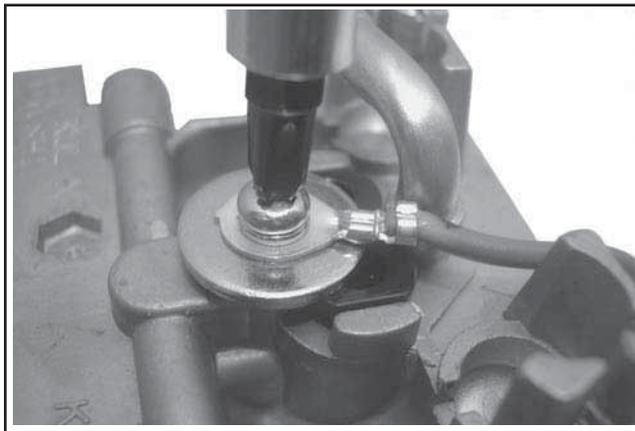

Figure 11-79. Connexion du câble de terre (carburateur bicylindre).
4. Connecter le câble de terre et le câble du solénoïde à carburant fournis. Voir la Figure 11-79.